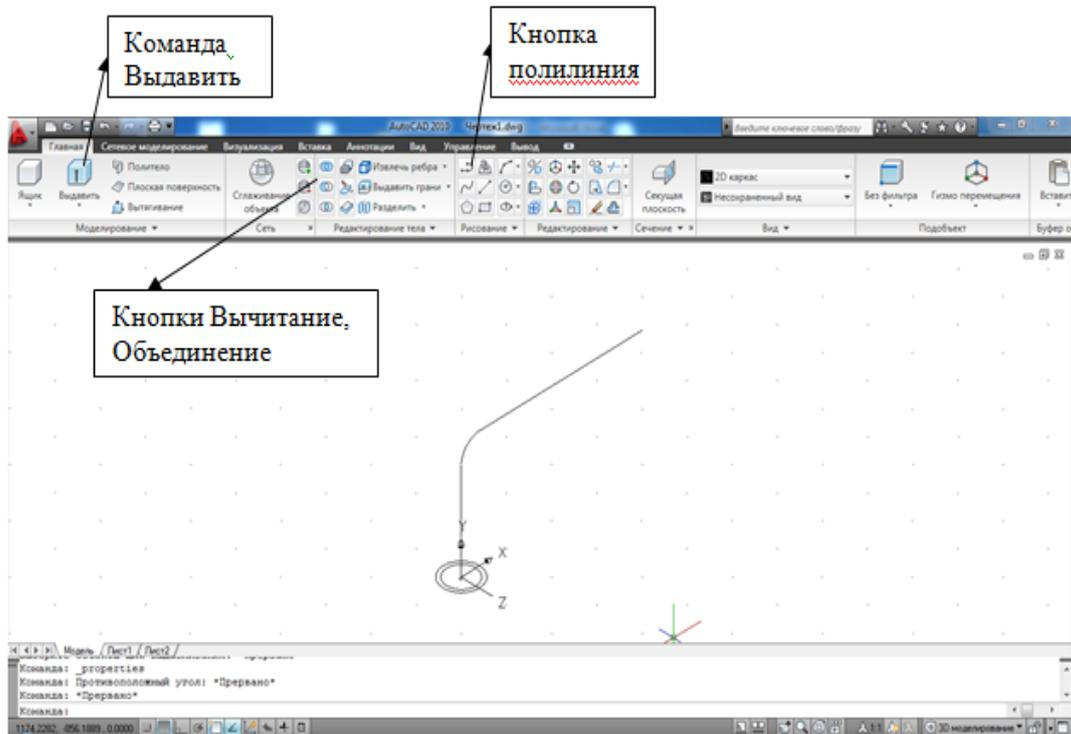

Рис.10. Построение области в форме кольца
- третий сегмент – снова прямолинейный, касающийся дугового и заканчивающийся в точке (1000,600) (у всех точек координата Z равна нулю) (Рис.10).